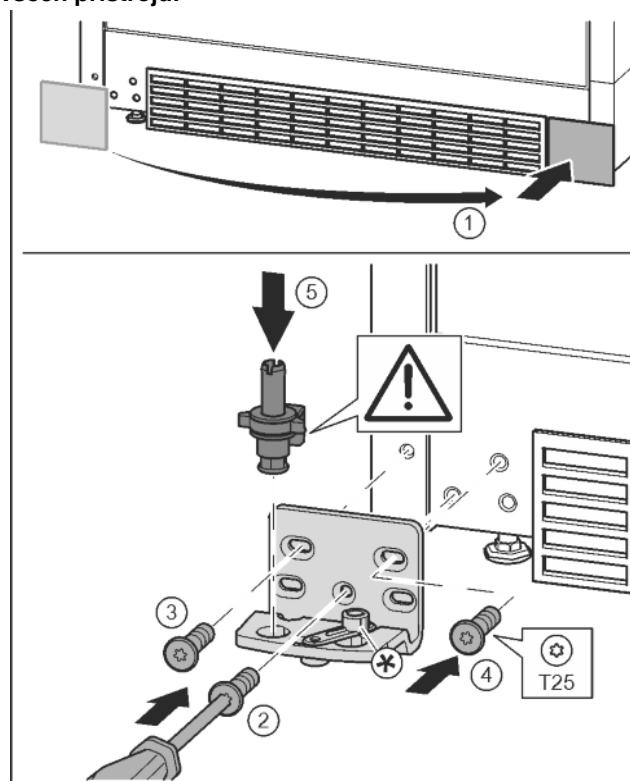

Fig. 17
- Sejměte kryt a připevněte jej na druhé straně. Fig. 17 (1)
- Nasadte stojan ložiska na druhé straně a přišroubuje pomocí šroubováku T25. Začněte šroubem 2 dole uprostřed. Fig. 17 (2)
- Pevně utáhněte šroub 3 a 4. Fig. 17 (3, 4)
- Zcela vložte ložiskový čep. Přitom dávejte pozor, aby zajišťovací vačka směřovala dozadu. Fig. 17 (5)